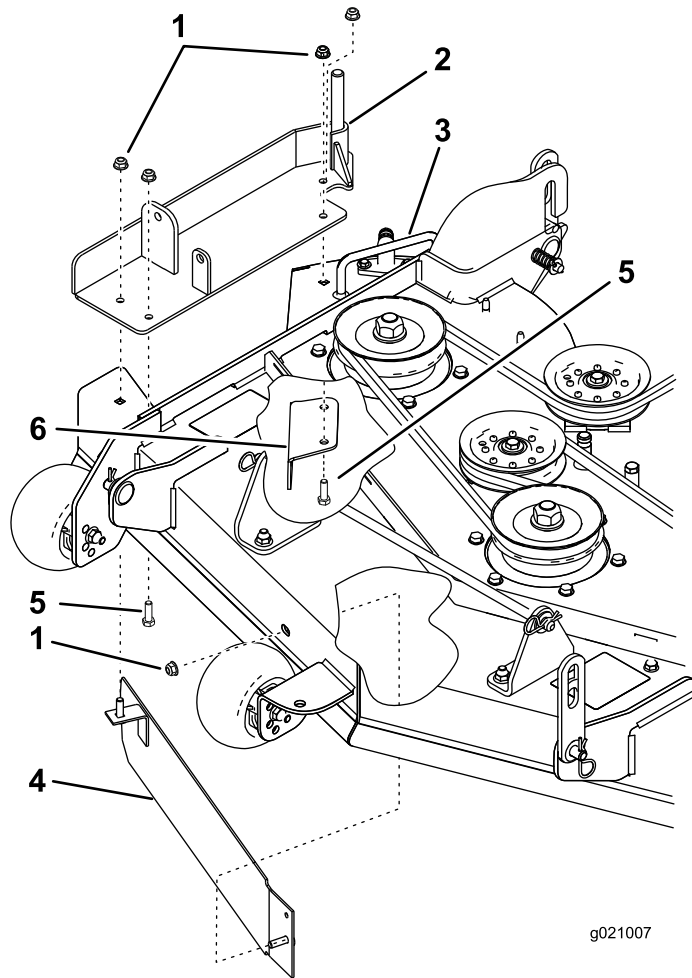

Figura 4
2. Instale el deflector en la parte delantera de la carcasa de corte con una tuerca con arandela prensada (5/16 pulgada) (Figura 4).
3. Instale el soporte del soplador y la placa deflector existente en la parte superior de la carcasa de corte con 3 pernos (5/16 x 1 pulgada) y tres tuercas con arandela prensada (5/16 pulgada). Consulte en Figura 4 la posición correcta del soporte del soplador y la placa deflector existente.
4. Usando el espárrago vertical del deflector, instale el soporte del soplador en la carcasa de corte con una tuerca con arandela prensada (5/16 pulgada) (Figura 4).